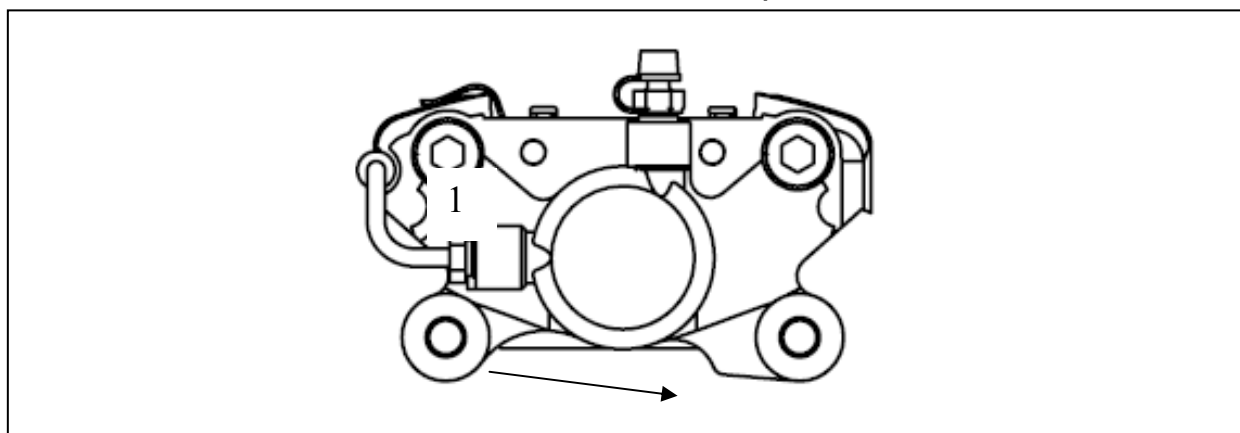

Рисунок 31 – Тормозной суппорт
4. Налейте тормозную жидкость в емкость бачка, наденьте трубку на перепускной штуцер 1 (рисунок 31) тормозного суппорта, свободный конец трубки погрузите в тормозную жидкость, залитую в специальную емкость;